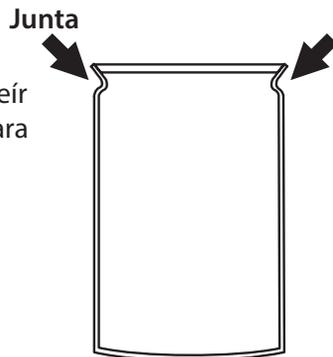

ILUSTRACIÓN 1
2. Lubrique la junta tórica pequeña con aceite de freír e instálela en la ranura para la junta, en la parte superior del colector (ver Ilustración 1).